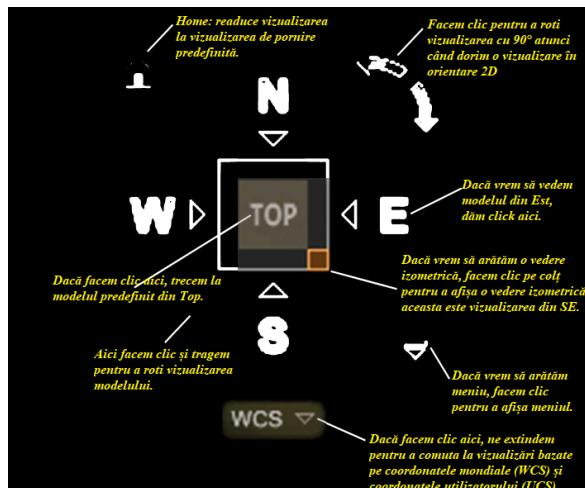
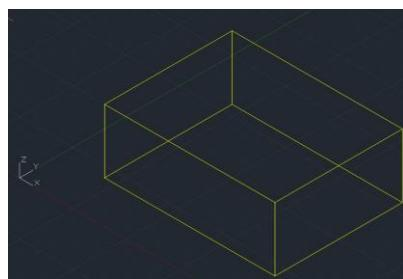

Figura 10.6. ViewCube detalii.
Figura 10.7. Vizualizare SE.
În această etapă ar trebui să privim direct în jos pe axa Z, arătând cubul central de sus, astfel încât să apară ca un pătrat etichetat „Top”. În Figura 10.6 putem vedea ViewCube mărit, cu caracteristicile sale identificate.
După cum putem vedea în Figura 10.6, facem clic și glisăm cursorul în interiorul cercului pentru a roti vizualizarea, observăm că vedere se rotește în jurul punctului de pivotare afișat pe ecran, apoi facem clic pe: TOP din ViewCube, vizualizarea revine pentru a afișa o vedere de sus cu axa X aliniată orizontal, iar dacă facem clic pe: colțul din dreapta jos (SE) al ViewCube direcția de vizualizare se schimbă așa cum se arată în Figura 10.7.